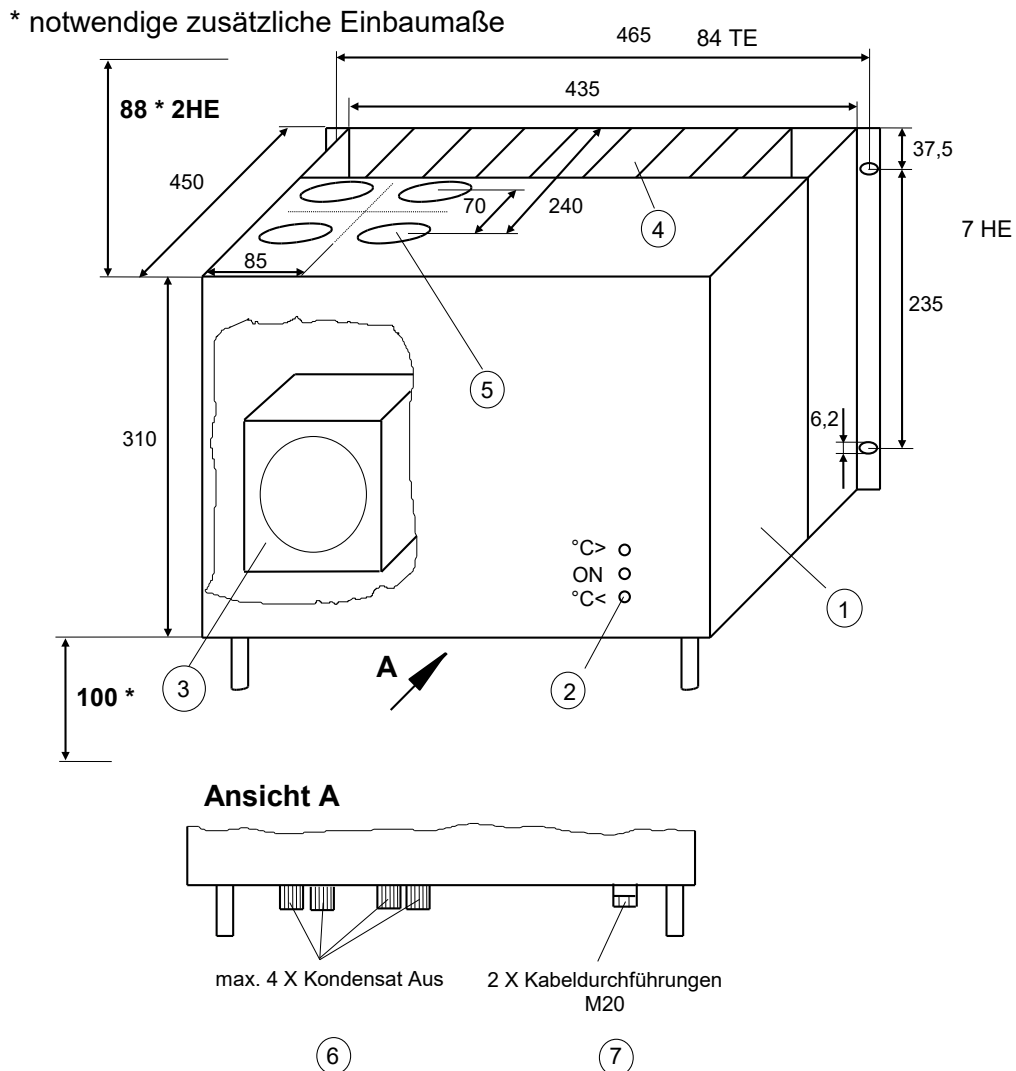

Abbildung 2 EC-EX Aufbau
Die Abbildung 2 zeigt den Aufbau des EC-EX Kühlers.
An der Gehäuseunterseite befinden sich standardmäßig folgende Anschlüsse (Ansicht A, Abb.2):
**Mindesteinbaumaße (Abb. 2) sind unbedingt zu beachten. Bei der Montage im Freien muss der Kühler in ein Schutzgehäuse, im Winter frostfrei und im Sommer ausreichend belüftet, eingebaut werden. Direkte Sonneneinstrahlung ist zu vermeiden.**
Die Leitungen für die Kondensatentsorgung werden bei der Standardausführung direkt an die Wärmetauscherunterteile angeschlossen. Diese ragen mit den entsprechenden Kondensatanschlüssen, 12 mm a.d. Klemmringverschraubungen\* bei Borosilikat-Glas bzw. G 3/8" i\* bei PVDF und rostfr. Stahl, aus der Bodenplatte des Kühlergehäuses (Abb.2) (\* Standard).